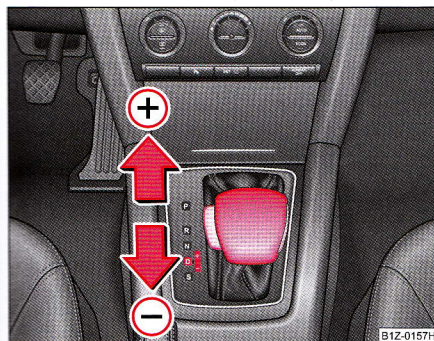

Fig. 138 Selector: selectarea manuală a vitezelor
- Apăsați scurt selectorul (în poziție tiptronic) spre față pe ⇒ fig. 138 (+).